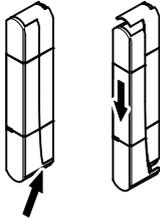

Abb. 5
1. Öffnen Sie den Tür-/Fenstermelder, indem Sie die Verriegelung in Pfeilrichtung nach unten drücken und die obere Hälfte in Richtung der Verriegelung verschieben. Siehe Abb. 5.